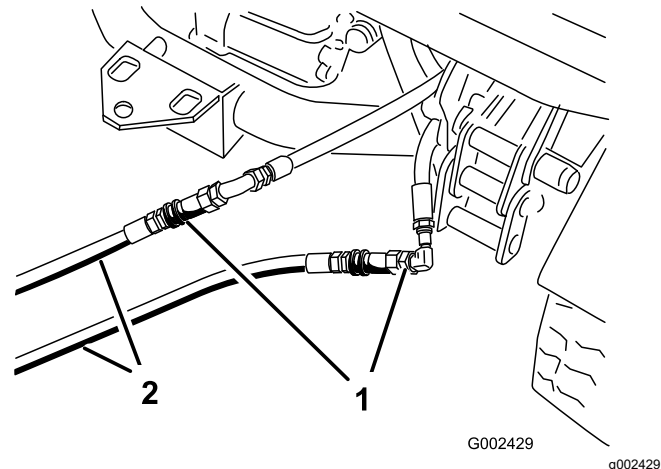

Figura 75
3. En la máquina inmovilizada, conecte las dos mangueras de interconexión a las mangueras que fueron desconectadas (Figura 75).